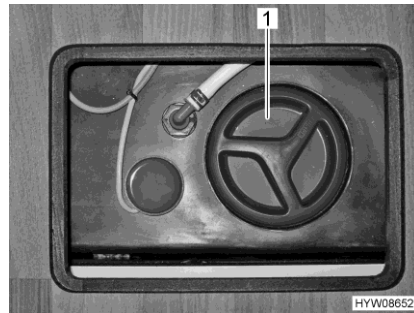

Bild 176 Rengöringsöppning (avloppstank)
- Öppna avloppstankens rengöringsöppning (Bild 176,1) och avtappningskranen.